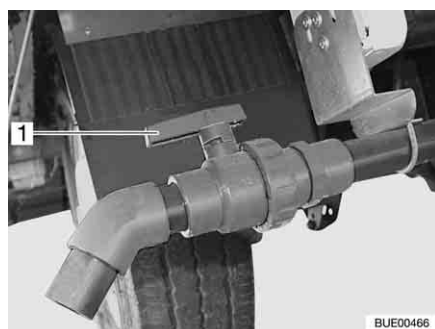

Fig. 246 Robinet de vidange
- Tourner la poignée (Fig. 246,1) du robinet de vidange dans le sens de l'écoulement.